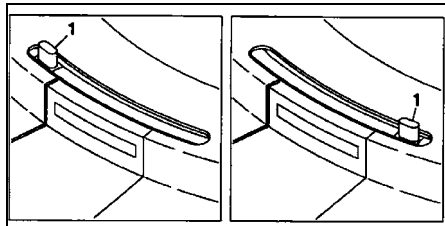
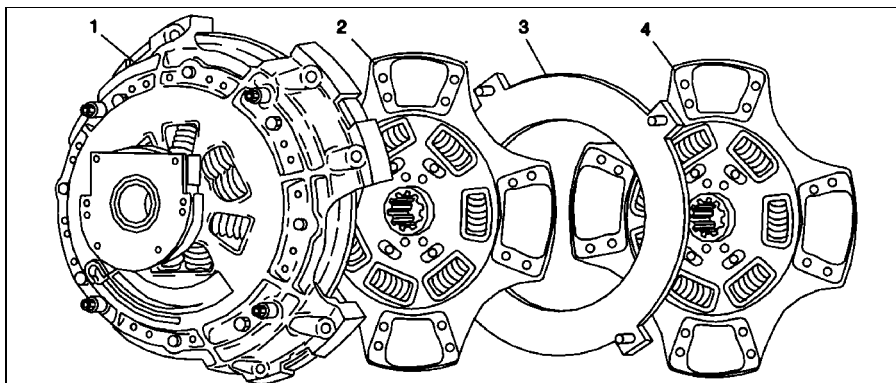

Рис. 2. Индикатор износа. 1- шпонка индикатора.
Рис. 1. Сцепление Solo. 1 - корзина сцепления, 2 - задний ведомый диск, 3 - промежуточный диск, 4 - передний ведомый диск.
Сцепление Eaton Fuller Solo не имеет регулировок, см. рис. 1. При износе дисков проводится автоматическая регулировка посредством двух подвижных кулачков. Верхний кулачок имеет шпонку индикатора износа, указывающую, когда пришло время заменить сцепление, см. рис. 2.
Рис. 1. Передняя подвеска с резиновыми втулками. 1 - гайка стремянки рессоры, 2 - шайба, 3 - балка моста, 4 - штифт, 5 - проставка (клин) регулировки продольного наклона шкворня, 6 - прокладка, 7 - рессора в сборе, 8 - резиновая втулка, 9 - контргайка (3/4"-10), 10 - закаленная шайба, 11 - болт ушка рессоры, 12 - передний кронштейн рессоры, 13 - стремянка, 14 - ограничитель хода подвески и нижняя опора амортизатора, 15 - центральный болт рессоры, 16 - амортизатор, 17 - болт серьги (3/4"-10), 18 - серьга рессоры, 19 - кронштейн серьги, 20 - верхняя опора амортизатора, 21 - болт (3/4"-10), 22 - лонжерон рамы.
В стандартных передних подвесках Freightliner используются листовые рессоры и амортизаторы, см. рис. 1.
Снятие (см. рис.1 или 2)
Кулачковый вал передает тормозное усилие от компенсатора износа (он же рычаг привода кулачкового вала) на тормозные колодки. Кулачковый вал проходит через опорный диск и кронштейн тормозной камеры и соединяется с компенсатором износа, см. рис. 1.
Рис. 1. Тормоз Meritor Cam-Master Q Plus (типичный пример). 1 - анкерный палец, 2 - втулка анкерного пальца, 3 - фиксирующая пружина, 4 - тормозная колодка в сборе, 5 - ролик кулачка, 6 - клипса роликов, 7 - болт кронштейна тормозной камеры, 8 - пробка, 9 - болт пыльника, 10 - пыльник, 11 - стопорное кольцо кулачкового вала, 12 - шайба/проставка, 13 - компенсатор износа (рычаг кулачкового вала), 14 - шайба (толстая проставка), 15 - сальник, 16 - втулка кулачкового вала, 17 - кронштейн тормозной камеры, 18 - пресс-масленка, 19 - сальник, 20 - возвратная пружина, 21 - палец возвратной пружины, 22 - опорный диск, 23 - шайба с фаской, 24 - кулачковый вал.
Карданная передача (выполнена из алюминиевого сплава) соединяет рулевую колонку с рулевым механизмом и имеет компенсатор длины и пару карданных шарниров, см. рис. 1. Вилка верхнего карданного шарнира имеет внутренние шлицы для регулировки относительного положения с валом рулевой колонки; вилка нижнего шарнира имеет шлицы для регулировки относительного положения с валом рулевого механизма. Вилки крепятся стяжными болтами, которые входят в подрез вала.
3. Отделите втулку верхнего чехла карданной передачи от чехла и сдвиньте ее вниз по трубе, см. рис. 1.
- б) Удалите и выбросьте стяжной болт и гайку верхнего карданного шарнира. Не устанавливайте повторно болт или гайку, см. рис. 1.
Важно: устанавливая карданную передачу, соединяйте внутреннюю трубу компенсатора длины к рулевому механизму и скользящую вилку к рулевой колонке, см. рис. 1.